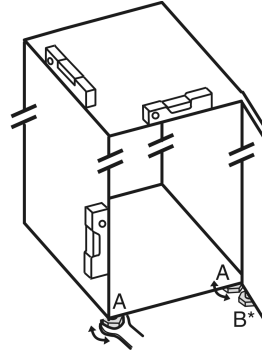

Fig. 24
- ▶ Stellfüße *Fig. 24 (A)* mit beiliegendem Gabelschlüssel und mit Hilfe einer Wasserwaage herausdrehen, bis das Gerät fest und ebenstehend ausgerichtet ist.
- ▶ Stellfuß *Fig. 24 (B)* am Lagerbock mit beiliegendem Gabelschlüssel herausdrehen, bis er auf dem Boden aufliegt.
- ▶ Stellfuß *Fig. 24 (B)* maximal um 90° weiter drehen, um eine Beschädigung der Tür zu vermeiden.